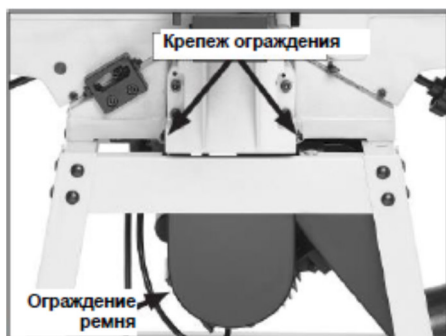

Рис. 9 Ограждение ремня установлено
10. Установите ограждение ремня, как показано на Рис. 9.